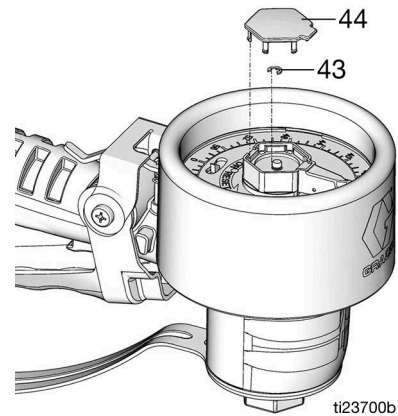

ABB. 26
2. Die Abdeckung (44) und den kleinen Haltering (43) entfernen (ABB. 26).